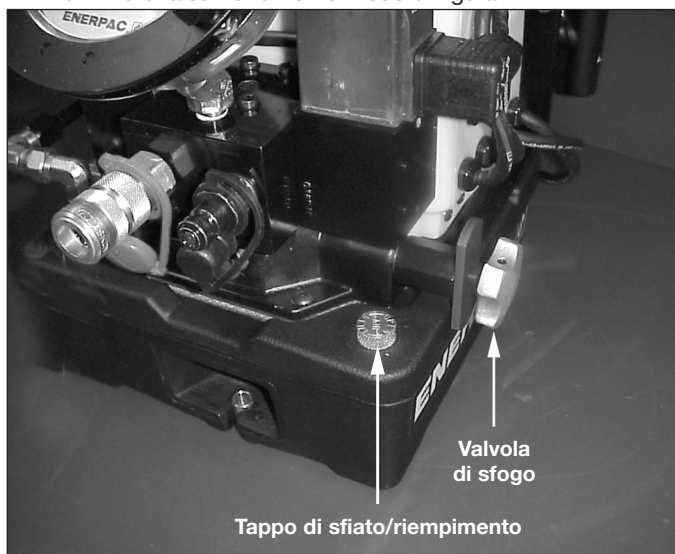

Figura 1 - Valvola di sfogo
4. Allentare il dado di fissaggio e ruotare (in senso antiorario) la valvola di sfogo in modo tale da evitare lo sviluppo indesiderato di pressione. La regolazione della valvola di sfogo non richiede l'utilizzo di alcun strumento. Vedere Figura 1.